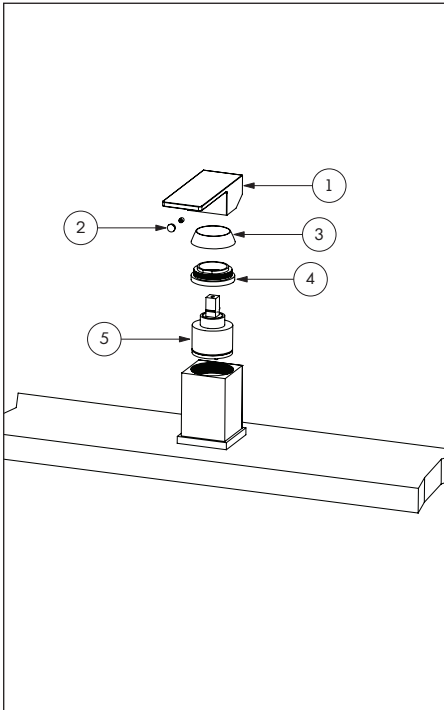

Fig.7
Start by shutting off the water supply lines and then turn on the water to drain the faucet. To replace the cartridge (5), pull out the handle (1) by removing the cap and the set screw (2) first. Afterwards, remove the dome cap (3) and the retainer ring (4). Replace with new cartridge and reassemble by reversing steps. Fig.7.
Commencer par couper l'alimentation d'eau et ouvrir l'eau par la poignée du robinet pour le vider. Pour remplacer la cartouche (5), enlever la poignée (1) en retirant le capuchon de finition et la vis de retenue (2). Démontez ensuite le capuchon en dôme (3) et l'anneau de retenue (4). Remplacer la cartouche par la nouvelle, puis inverser les étapes pour le réassemblage. Fig.7.